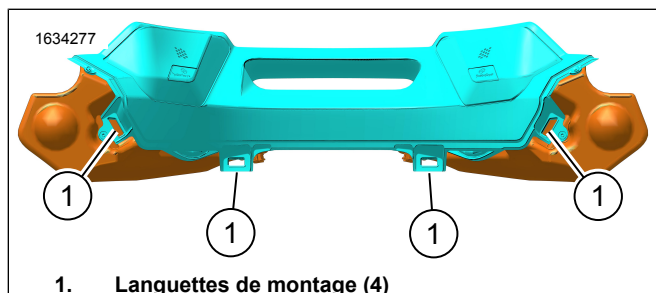

Figure 8. Onglets de montage du sous-ensemble système audio
4. Voir la figure 8. Installer le sous-ensemble système audio sur les attaches du panneau à l'aide des quatre pattes de montage (1).